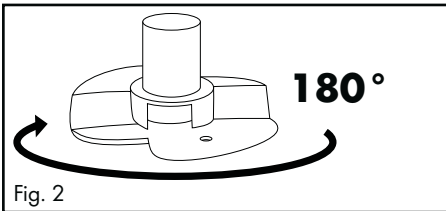
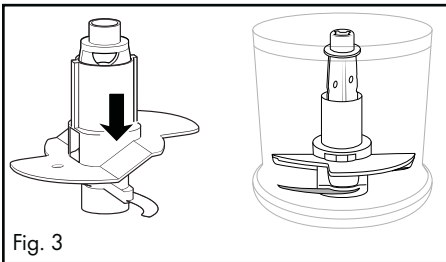

Fig. 2
Fig. 3
- For at piske 200 ml fløde skal du dreje piskedelen 10 180° vandret (fig. 2), så den kun sidder på én kniv 7 og går i indgreb (fig. 3). Så piskes fløden hurtigere: